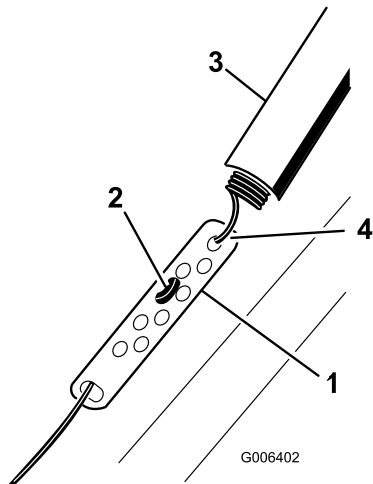

Figure 19
1. Remontez la protection du ressort et décrochez le ressort de la biellette de réglage (Figure 19).